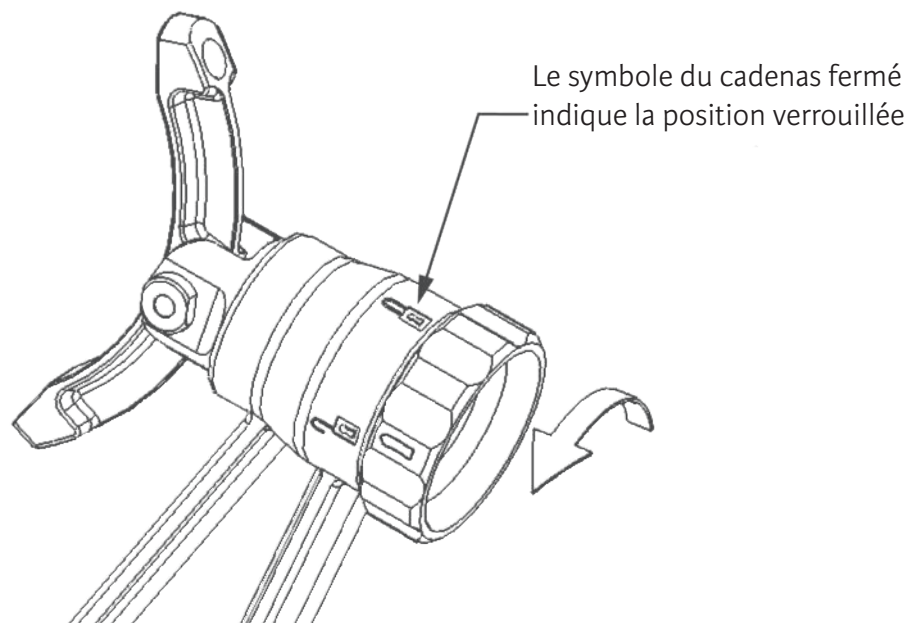

Figure 4 Déverrouillage de la mollette de verrouillage
1. Déverrouiller la mollette de verrouillage de sorte que le bras oscillant puisse tourner librement à 360°. La mollette de verrouillage est déverrouillée en la tournant de façon à aligner l'indicateur sur le symbole du cadenas ouvert ; voir Figure 4.
7. Une fois que la force est appliquée au clameau et que le patient est en position pour la chirurgie, la molette de verrouillage doit être tournée dans la position verrouillée montrée à la Figure 4.